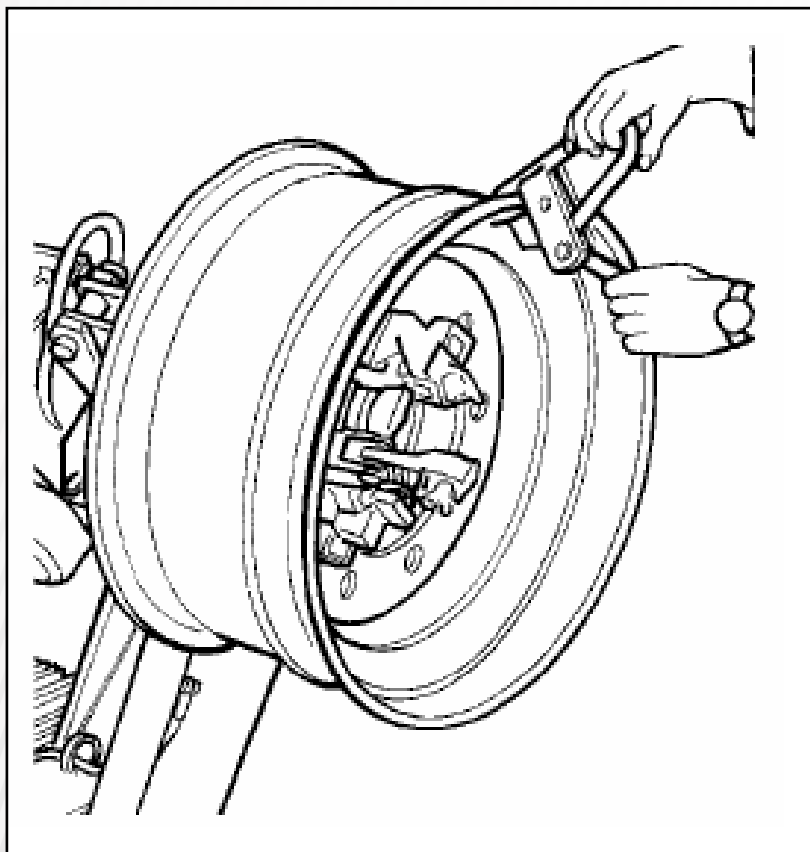

Рисунок 19
- 3) Прикрепите хомут к краю диска в его наивысшей точке (см. рис. 19).
3) Прикрепите к наивысшей точке на внешней кромке обода хомут (см. рис. 19).